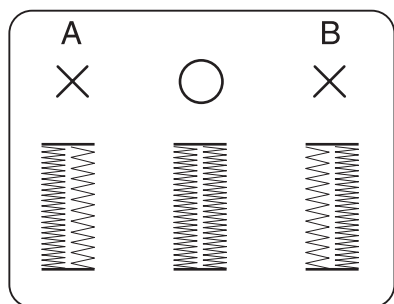

Рис. 37
- Если длина стежков правого бока петли больше, чем на левом (рис. 37, А), то винт 42 следует немного повернуть в направлении “С”.
- Если длина стежков левого бока петли больше, чем на правом (рис. 37, В), то винт 42 следует немного повернуть в направлении “D”.
Длина стежков левого бока и правого боков петли, должна быть одинаковой (рис. 37).